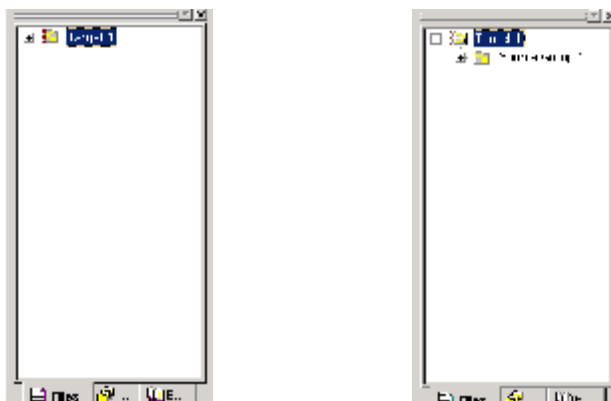

图 1-8 Target 展开图
7) 单击 Target1 前面的+号，展开里面的内容 Source Group1，如图 1-8 所示。